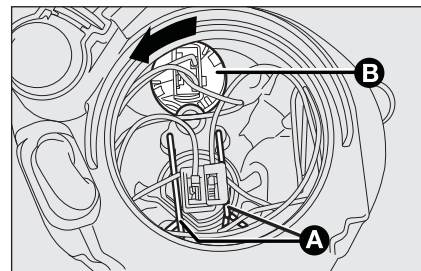

fig. 25
- ☐ sganciare le due mollette fermalampada **A**-fig. 25;
- ☐ ruotare in senso antiorario il portalampade **B-fig. 25** e sfilarlo;